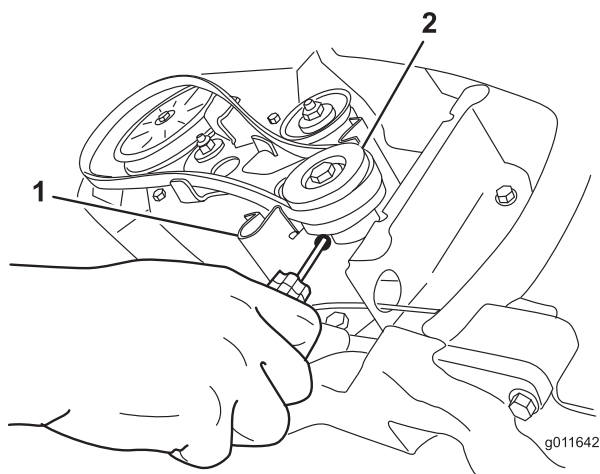

Figure 31
5. Insérez un tournevis dans le trou du guide de courroie, comme montré à la Figure 31, et fléchissez le guide vers la poulie suffisamment pour permettre à la courroie de passer.